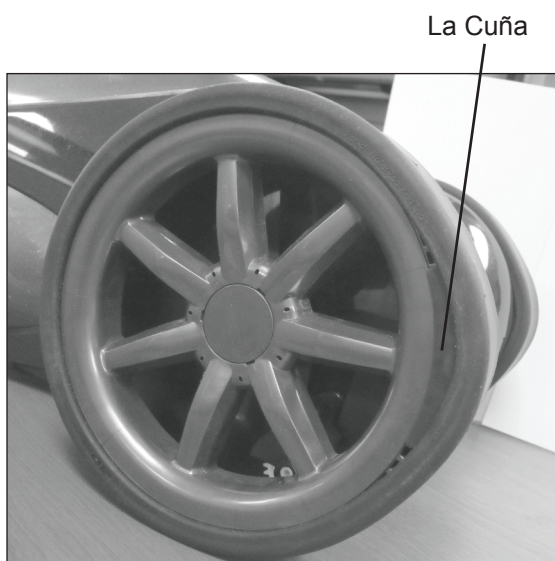

Figura 21.
Nota: Instale cada cuña horizontalmente y alineadas entre sí. Si las cuñas no se alinean entre sí pueden causar que el limpiafondos tenga dificultades con el ángulo de transición. Esto es importante para el buen funcionamiento del limpiafondos. **Véase la figura 21.**
2. Presione la cuña hacia el frente del cuerpo del limpiafondos hasta que se asiente detrás del borde de la goma. **Véase la figura 21.**